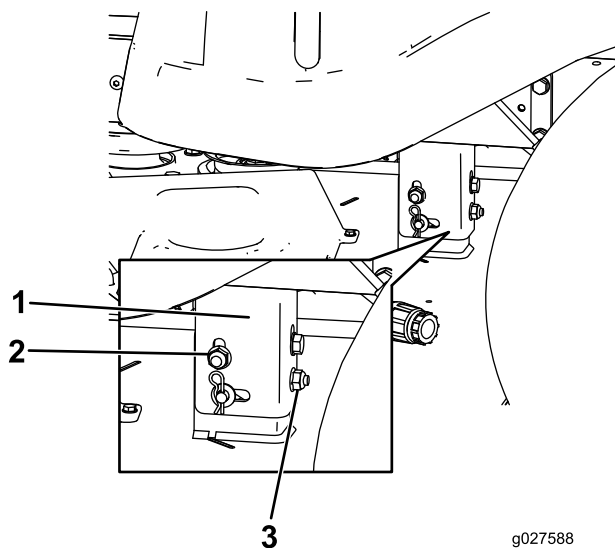

Figura 56
8. Eleve o baje el lado izquierdo de la carcasa de corte girando la tuerca trasera (Figura 56).
Nota: Gire la tuerca trasera en sentido horario para elevar la carcasa de corte; gire la tuerca trasera en sentido antihorario para bajar la carcasa de corte (Figura 56).